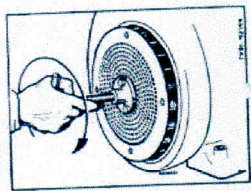

Fig. 10 - EXTRACTION DU VOLANT DU VILEBROQUIN
- d) Tenir solidement le volant et tourner la vis de l'extracteur à droite (Fig. 10) jusqu'à ce que le volant se débloque du pignon du vilebrequin.